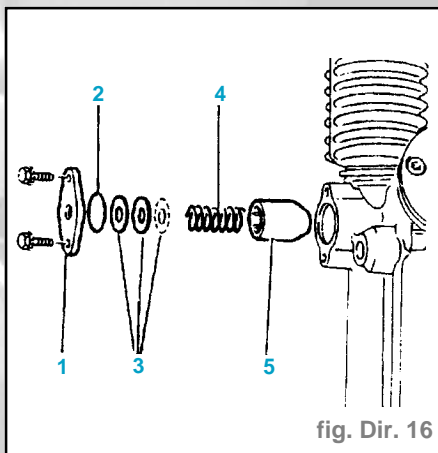

fig. Dir. 16
- Déposer (fig. Dir. 16) :
- la plaque de fermeture (1),
- le joint torique (2),
- les cales de réglage (3),
- le ressort (4),
- le poussoir (5).